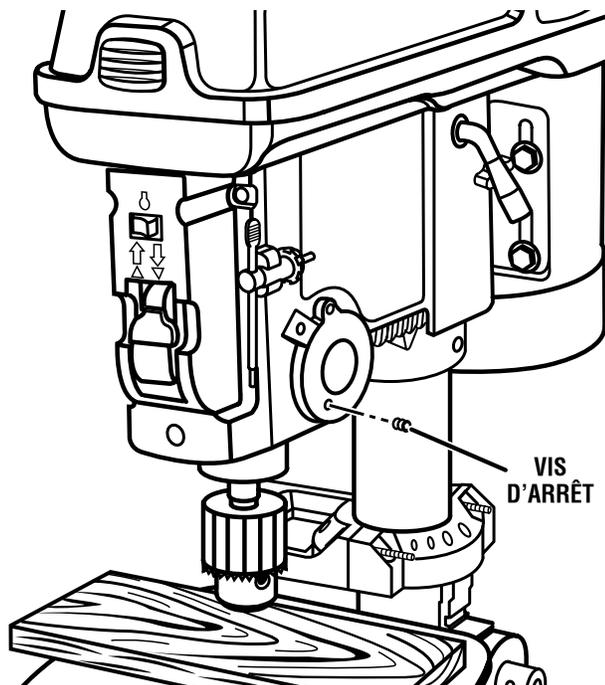

Fig. 25
- Retirer la vis de butée du côté droit de la perceuse et la réinstaller du côté gauche, comme illustré. Serrer la vis de butée. Voir la figure 25.
- Installez la manette de commande et la bague de butée de profondeur du côté gauche de la perceuse. Le mandrin étant relevé au maximum, tourner l'échelle de profondeur vers la droite, jusqu'à ce qu'elle se bloque et serrer son verrouillage. Ceci empêchera que le fourreau tombe lors de l'installation du ressort. Voir les figures 25 et 26.